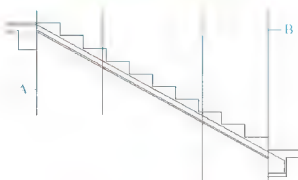
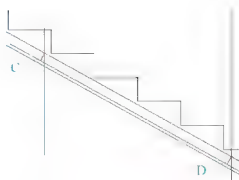

图 5.75 绘制辅助线 1
图 5.76 绘制辅助线 2
(4) 绘制 A 和 B 辅助线，并将 A 线向左偏移 850mm，B 线向右偏移 850mm，如图 5.75 所示。
(5) 删除如图 5.75 所示的 A 和 B 辅助线，然后绘制如图 5.76 所示的 C 和 D 线，注意 C、D 线和板下部受力钢筋的位置线相互垂直。